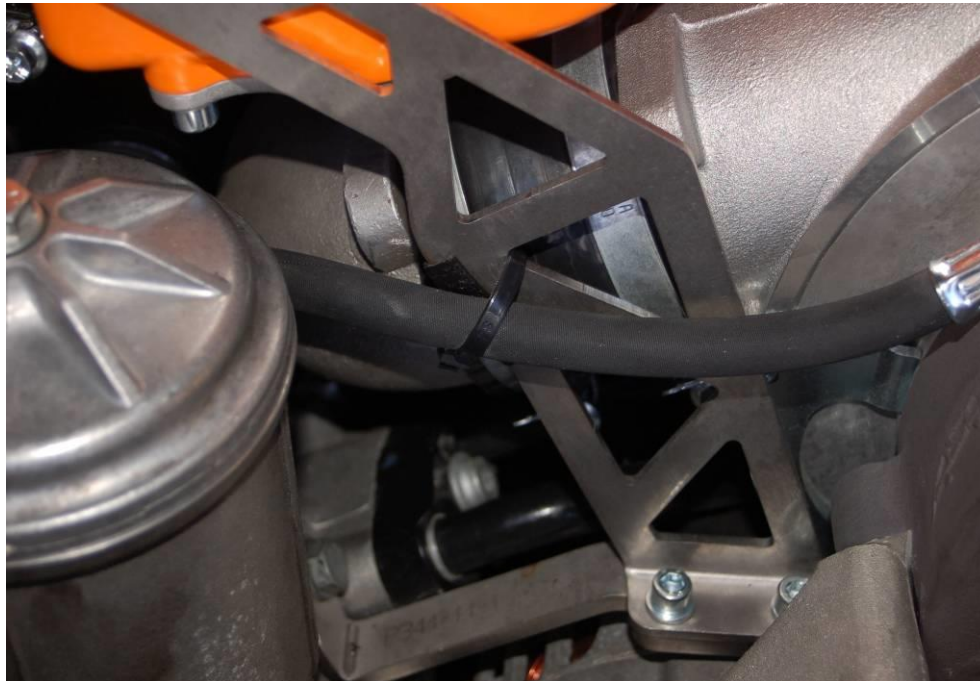

Abbildung 35
- o Torxschraube an Ölkühler (1) fahrerseitig lösen (Abbildung 35)